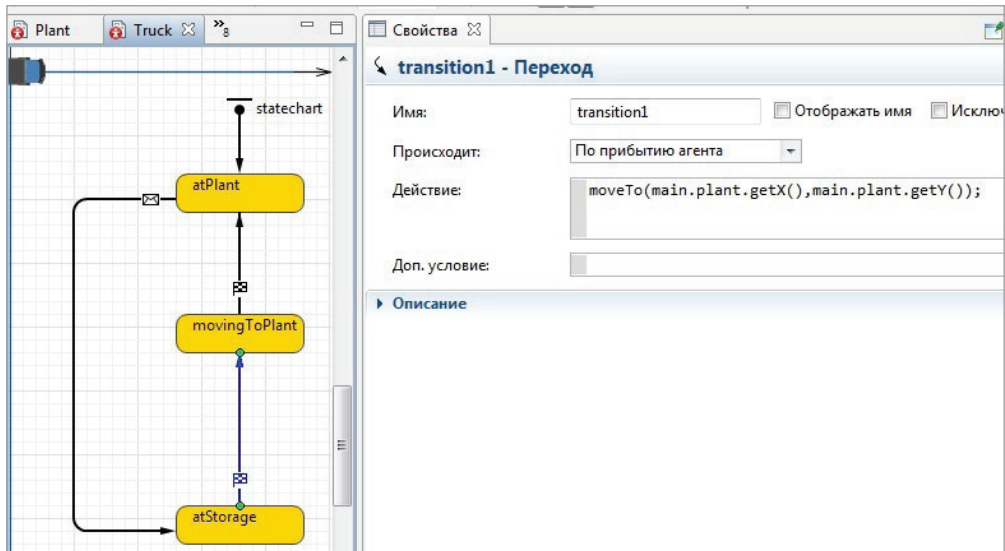

Рис. 6.23. Задание перехода между состояниями **atStorage** и **movingToPlant** агента **Truck**
- в переходе между состояниями **atStorage** и **movingToPlant**, как на рис. 6.23;